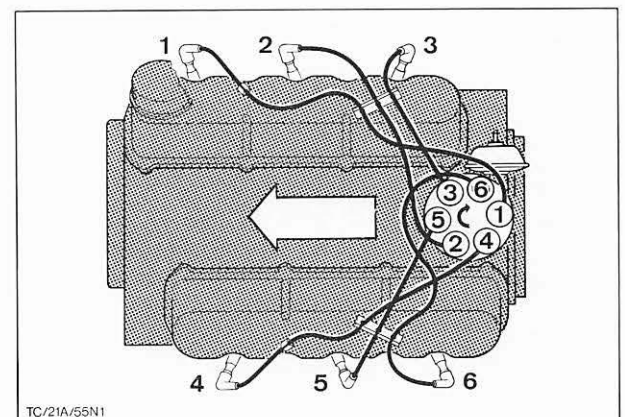

Abb. 245 Zündkabelanordnung (Zündfolge)
3. Zylinderkopfhäuben aufsetzen und vorschriftsmäßig anziehen. Zündkabel aufstecken, Abb. 245, und Ansauggeräuschkämpfer montieren.